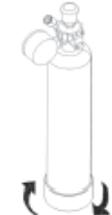

Рис. 17
3. Удерживая баллон в неподвижном состоянии, поверните регулятор давления по часовой стрелке для отсоединения от баллона (рис.17).